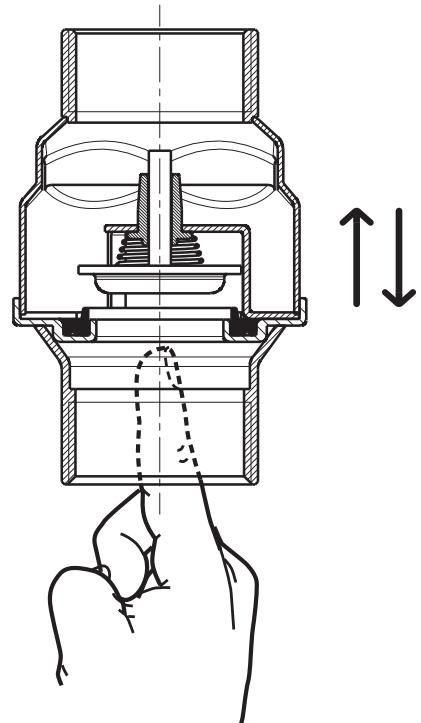

Fig. 1
- Controllare il corretto funzionamento della valvola spingendo l'otturatore dal lato aspirazione nel verso indicato dalla freccia stampigliata sul corpo valvola (Fig. 1).